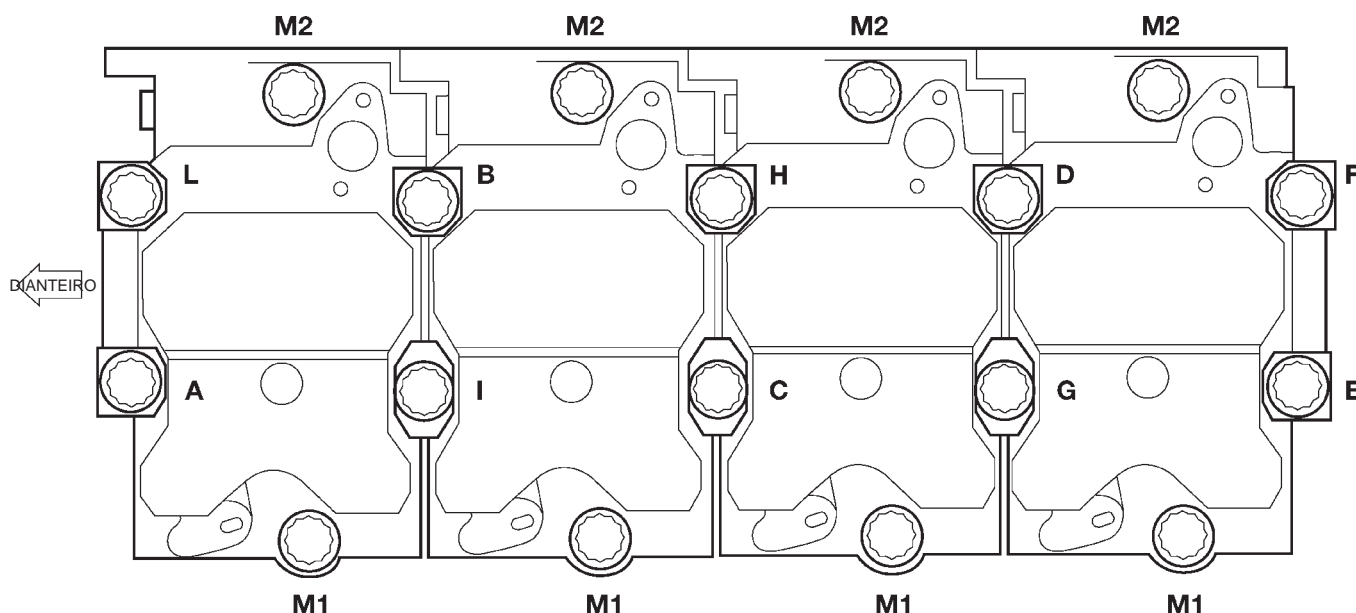

Fig. 47 Sequência de Aperto dos Parafusos do Cabeçote do Cilindro do Motor
(5) Aperte os parafusos do cabeçote do cilindro do motor em seqüência de acordo com o seguinte procedimento (Fig. 47):
(6) Instale os coletores do escapamento e de admissão com uma nova gaxeta, apertando parcialmente as porcas com um torque máximo de 5 N·m (44 pol.-lb.). Isso alinhará os cabeçotes. Consulte o Grupo 11, "Sistema do Escapamento e Turbo Alimentador", para obter os procedimentos corretos. Instale o olhal de suspensão e o tubo de vácuo do freio nesse momento.
(7) Em seguida, aperte os parafusos de 12 mm com a ferramenta especial VM.1019 da forma que segue.
(8) **1a. Fase:** Aperto dos Parafusos de Cabeçote (Fig. 47). Parafusos centrais (A-L): Aperte todos os parafusos, começando com o H, em seguida, G-F-E-D-C-B-A-L-I com um torque de 30 N·m. Aperte todos os parafusos com um torque adicional de 70°, começando com o parafuso A e continuando na ordem alfabética. Finalmente, aperte todos os parafusos com um torque adicional de 70°, começando novamente com o parafuso A e continuando na ordem alfabética.
(9) Aperte os parafusos de 14 mm da seguinte forma:
(10) Parafusos laterais (M1-M2): Aperte os parafusos M1 com um torque de 30 N·m, em seguida, gire-os 85° (±5). Aperte os parafusos M2 com um torque de 30 N·m, em seguida, gire-os 85° (±5).
Dentro dos primeiros 20.000 km (12.000 milhas) após a reconstrução, aperte os parafusos do cabeçote do cilindro novamente como segue: (Fig. 47) Parafusos centrais A-L: Sem afrouxar os parafusos e seguindo a ordem alfabética, aperte os parafusos em um ângulo de 15°. Parafusos laterais M1-M2: Sem afrouxar, aperte os parafusos M1, seguida dos parafusos M2 em um ângulo de 15°.